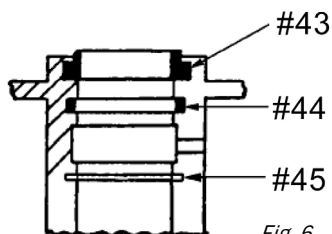

Fig. 6
5. Enlevez tous les joints toriques et les joints d'étanchéité (fig. 6).